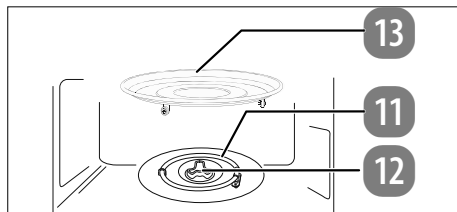

Fig. 5 – Colocación del plato giratorio
- ▶ A continuación, coloque el plato giratorio en el centro del eje de accionamiento (véase Fig. 5) de modo que las barras del plato giratorio se sitúen en las ranuras del eje de accionamiento.